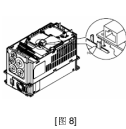

图 8
- 再将另一卡勾扳开后, 将 PCB 取出, 如图 8 所示。